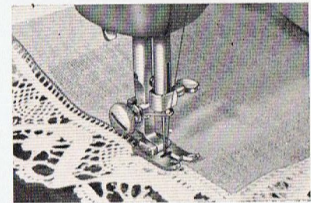

Abb. 53.
3. Die Spitzenkante dicht an die umgeschlagene Stoffkante legen und die Spitze mit Zickzacknaht festnähen. Darauf achten, dass die Nadel abwechselnd in Spitze und Stoff näht (Abb. 53).